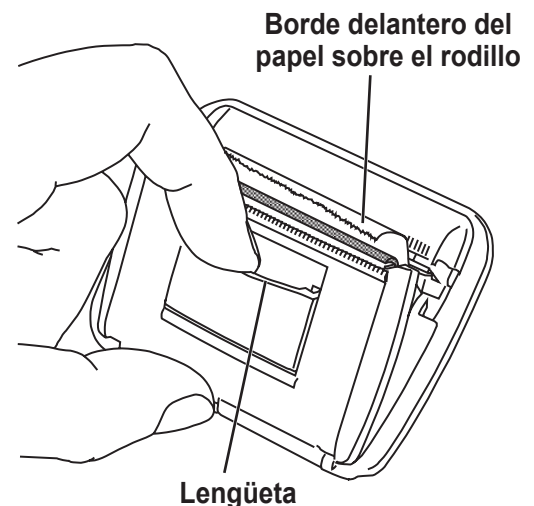

Figura 9
1. Para retirar la tapa de la impresora, tire de la lengüeta como se muestra en Figura 9.